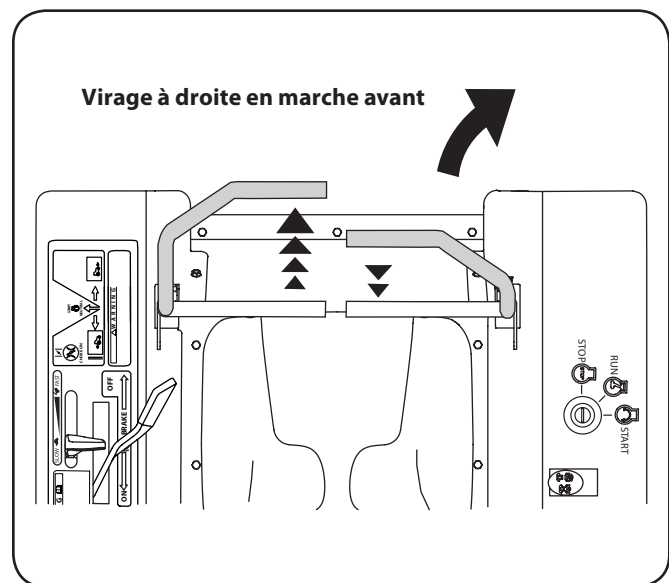

Figure 5-4
2. Pour tourner à droite, tirez le levier droit en retrait du levier gauche. Voir la Figure 5-4.